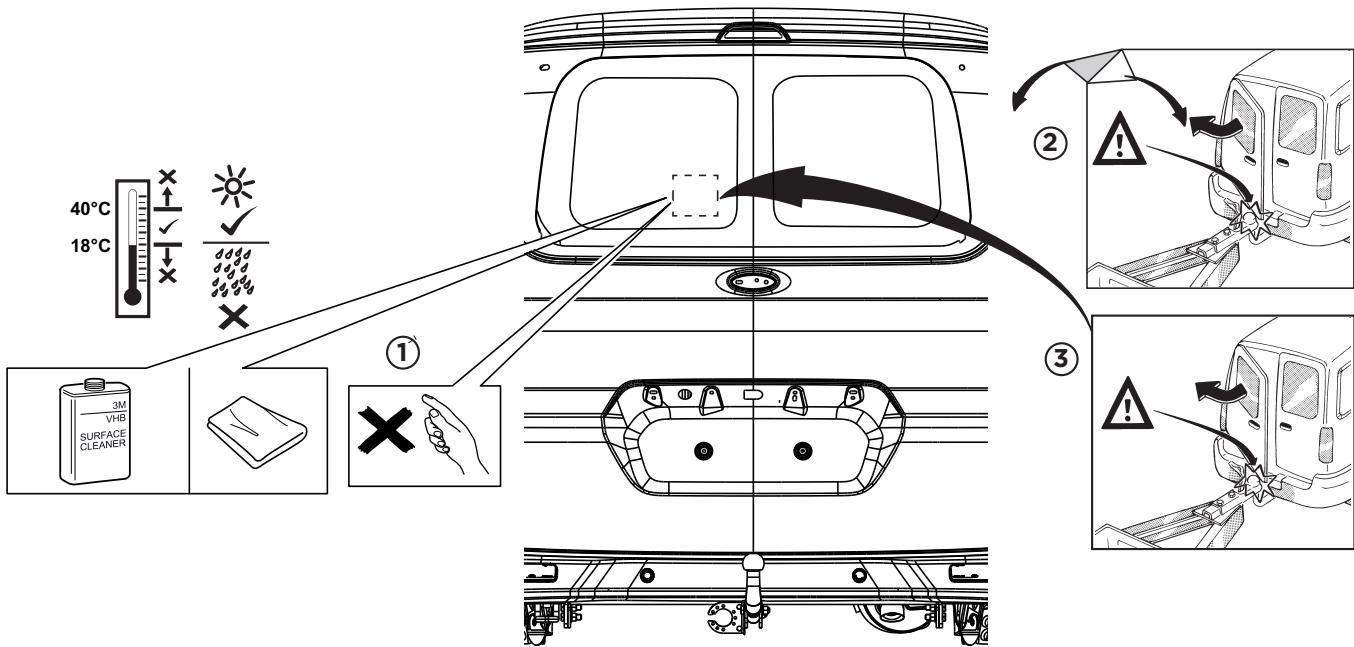

Fig. 1
- Приклейте наклейку как показано на рис. 1.